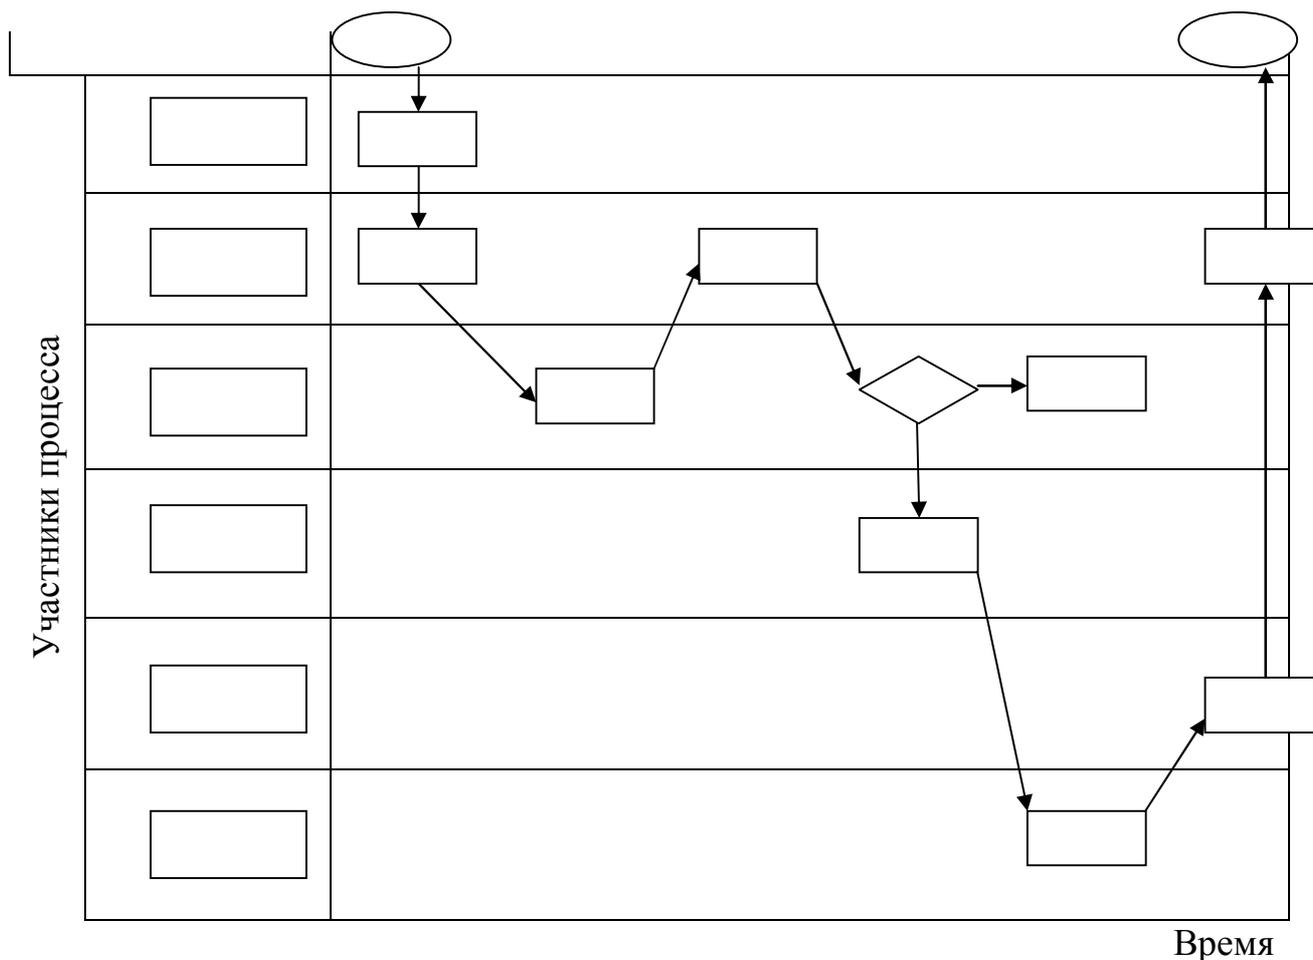

Рис. 3. Карта процесса
4) на большом листе бумаги постройте систему координат: по оси абсцисс отложите время, по оси ординат расположите действующих лиц (рис. 3);